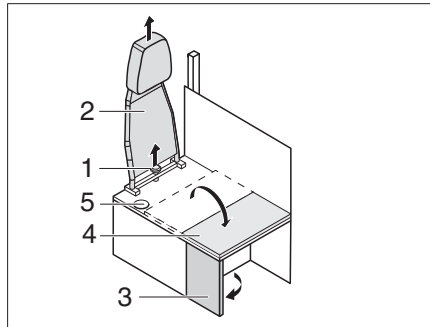

Fig. 200 Trasformazione da posizione di marcia a posizione abitativa
- Svitare la vite con manopola a stella (Fig. 200,1) e togliere lo schienale (Fig. 200,2) verso l'alto.
- Aprire la parete laterale (Fig. 200,3).
- Aprire e spingere la prolunga del divanetto (Fig. 200,4) sulla parete laterale.
- ▷ Per la trasformazione dalla posizione abitativa alla posizione di marcia procedere in ordine inverso. Prestare attenzione a condurre la cintura di sicurezza attraverso l'apertura (Fig. 200,5).